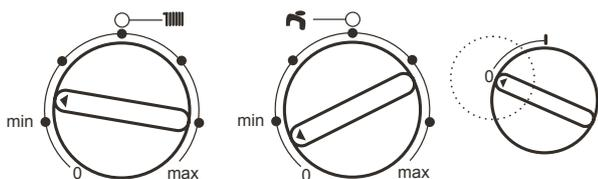

Рис. 4. Положение ручек регулировки. Выключение котла.
Для выключения котла поверните переключатель ON/OFF (поз. 1 - рис. 4) в положение (0).